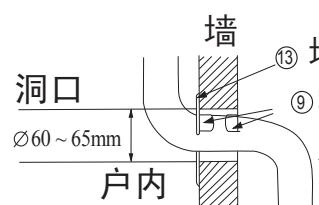

图28
- 2 用附件⑬墙帽及附件⑨密封橡皮泥来整理墙上的洞，如图28、图29。